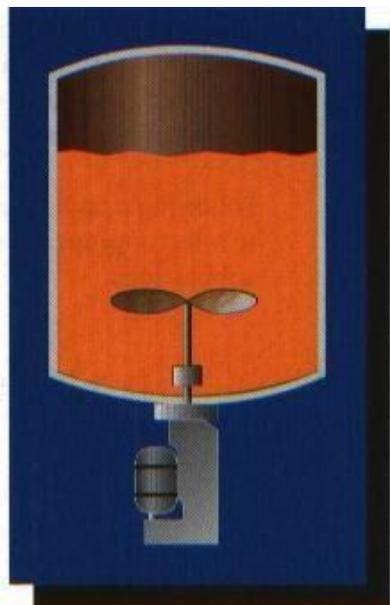
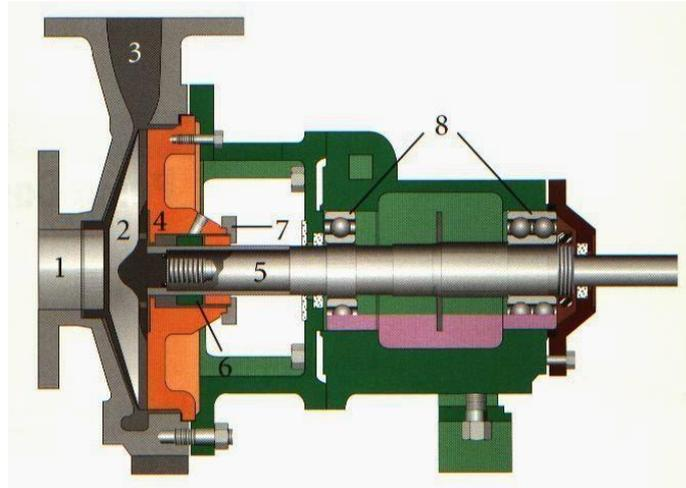

FIGURA 1.1
Figura 1.2
As vedações dinâmicas são utilizadas quando uma superfície se move em relação à outra. Usa-se uma vedação dinâmica, por exemplo, quando uma haste ou eixo rotativo transmitem força ou movimento através de parede de um reservatório, Figura 1.1, através da carcaça de uma bomba, Figura 1.2, ou através da carcaça de um outro equipamento rotativo, como um filtro.
Uma aplicação comum dos selos mecânicos é vedar o eixo rotativo de uma bomba centrífuga. Veja a Figura 1.2.
- 2) A adição de pequenas pás na face traseira do rotor (ver rotor da figura 1.2).